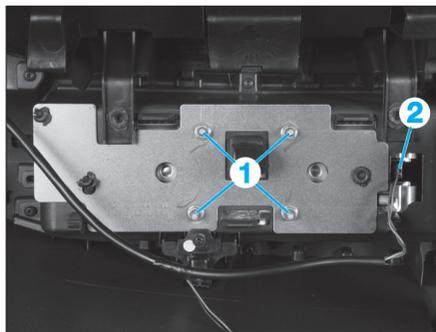

Fig. 7
- les écrous (1) du module d'airbag frontal passager (Fig.7).